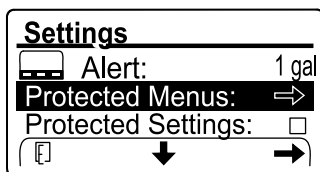

Bild 108
1. Geben Sie den PIN-Code für die Option GESCHÜTZTE MENÜS ein (Bild 108), siehe Zugreifen auf die geschützten Menüs \(Seite 25\).